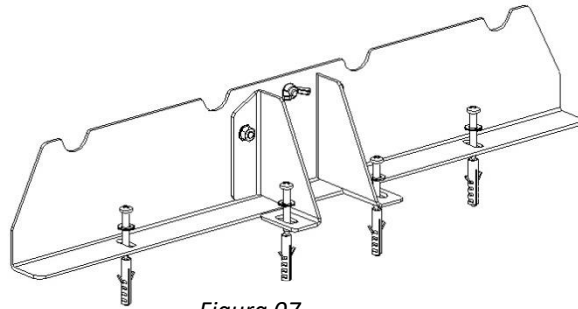

Figura 07
- e) Marque o centro do Apoio Frontal e faça a furação utilizando uma broca de Wídea (concreto) Ø6mm. Fixe-o com as buchas e parafusos que acompanham o produto, conforme figura 07 que segue.